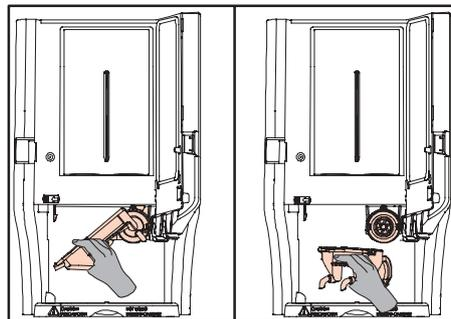

Fig. 39 Retrait de la rigole
9. Faites pivoter cette partie vers le bas, jusqu'à ce que vous puissiez tirer la rigole vers vous et l'extraire entièrement de son logement (fig. 39).